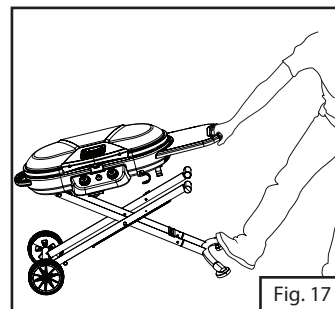
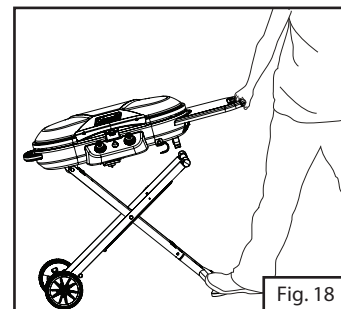

Fig. 17
Fig. 18
2. Abra la parrilla plegada. Coloque un pie en la manija de remolque, sujete el asa de transporte y llévela hacia arriba y hacia usted. (Fig. 17) Continúe subiéndola hasta que el soporte de la parrilla quede completamente extendido. (Fig. 18)